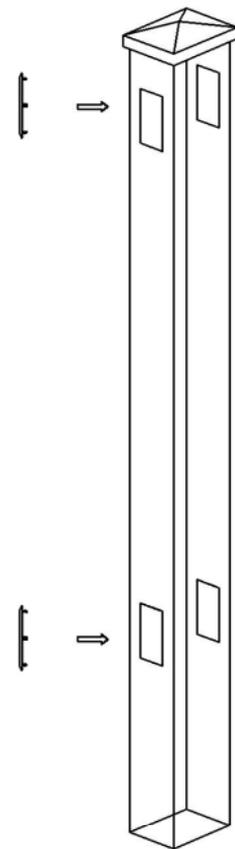

Abb. 11
- Decken Sie die seitlichen Befestigungslöcher mit den Abdeckkappen ab. (Abb.11)